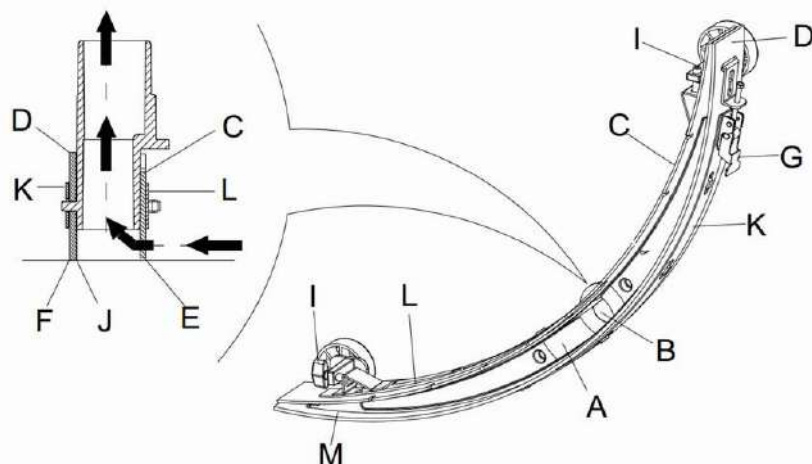

Figura 10
2. Presione el interruptor de encendido (38) en posición “O” para apagar la máquina.
3. Desenrosque el mango fijo (16) de la escobilla de goma; desmonte el conector que junta la manguera de aspiración de recuperación de la escobilla de goma y retire la escobilla.
4. Use la palanca de elevación de la escobilla (14) para levantar el bastidor de la escobilla.
5. Limpie la escobilla de goma (**Figura 10**). Limpie bien la ranura (**A**, **Figura 10**) la suciedad y los escombros de la manguera de aspiración. Compruebe si la lámina delantera (C) y la lámina posterior (D) permanecen intactas o si tienen grietas y bordes rotos. Reemplácelos si hace falta (refiérase a los pasos en el apartado que sigue).
1. Observando los métodos mencionados en la sección anterior, limpie la escobilla de goma (**Figura 10**).
2. Inspeccione el borde (**E**, **Figura 10**) en la lámina delantera de la escobilla y el borde (F) de la lámina posterior (D). A lo largo de su longitud, deben ser alineados. De lo contrario ajuste su altura conforme a los siguientes procedimientos:
- Afloje el gancho (G) para permitir que la lámina posterior de la escobilla de goma (D) quede separada del retenedor (M) para ajustar la posición de la escobilla de goma. Después de ajustar, vuelva a apretar el gancho.
- Afloje el tornillo en el mango (I) para ajustar la lámina delantera de la escobilla de goma (C); apriete el tornillo del mango después de ajustar.
3. Revise la integridad de la lámina delantera (C) y la lámina posterior (D), compruebe si hay cortaduras y fugas. Si hace falta, reemplácelos como es indicado abajo. Asegúrese de que el borde delantero (J) de la lámina posterior no esté desgastado; De lo contrario, dé vuelta a la lámina para sustituir el borde desgastado por un íntegro (el borde superior debe ser íntegro). Si el borde superior también está gastado, reemplace la lámina según el siguiente procedimiento:
- Afloje el gancho (G) para permitir que la lámina de presión se separe del retenedor (M), retire la barra de ganchos (K), luego cambie o dé vuelta a la lámina posterior (D). Instale la lámina posterior de la escobilla de goma en el orden inverso del desmontaje.
- Afloje el tornillo del mango (I) y retire la barra de ganchos delantera (L), a continuación cambie la escobilla de goma delantera (C).